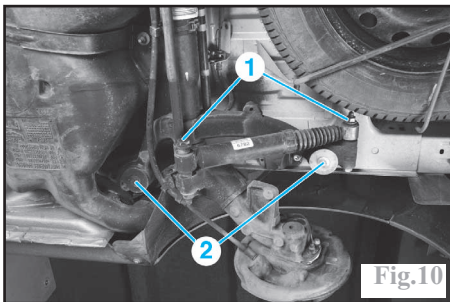

Fig.10
Déposer les boulons de fixation (1) (Fig.10) de l'amortisseur puis celui-ci.